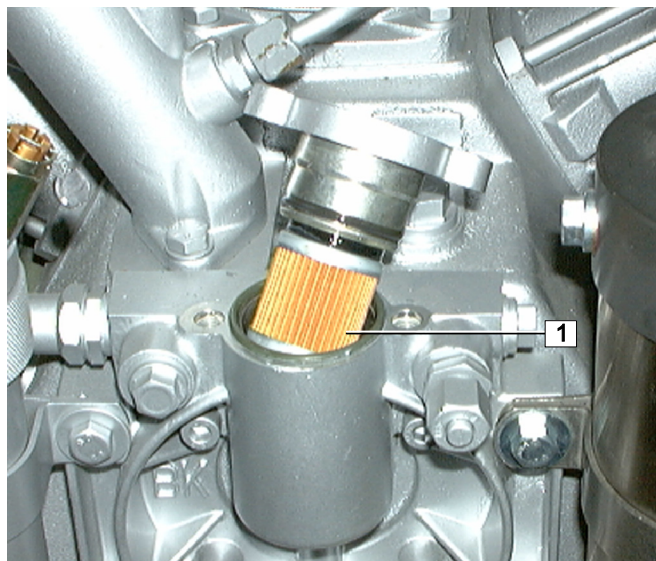

Рис. 31 Замена масляного фильтра
- Снимите масляный фильтр (1, Рис. 31) с резиновой прокладки на крышке. Вставьте новый фильтрующий элемент и закрепите крышку.